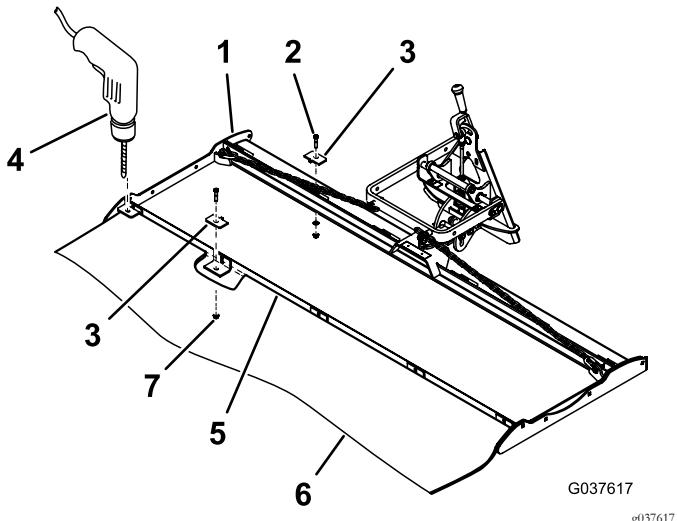

Figure 7
- Si vous installez un tapis en fibre de coco, percez un trou (3/8") dans le tapis, à l'emplacement de chaque fixation, en vous servant du dispositif de retenue comme gabarit (Figure 7).
- Boulon (3/8" x 1") (11)
- Dispositif de retenue de tapis (11)
- Écrou à embase (3/8") (11)
- Dans tous les cas, utilisez 5 boulons (3/8" x 1"), des dispositifs de retenue et des écrous à embase (3/8") pour fixer le bord du tapis au bord du support, comme montré à la Figure 7.